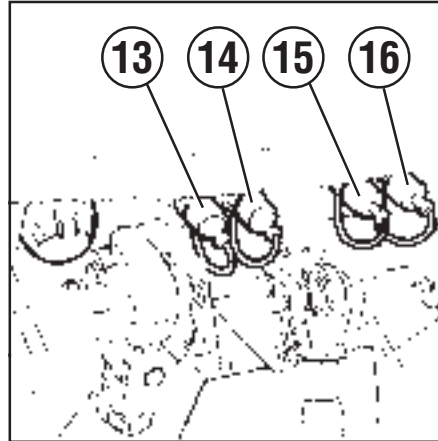

Abb. 33
**Positionen Nr. 1 und 2** für den Betrieb der zwei hinteren (linken), doppelwirkenden Hydraulik-Steckdosen (13 und 14 Abb. 33).
**Positionen Nr. 3 und 4** zur Betätigung der beiden hinteren doppelwirkenden Hydrauliksteckdosen (rechts 15 und 16 Abb. 33).
**Positionen Nr. 1 und 2** für den Betrieb einer hinteren (linken), einfachwirkenden Hydraulik-Steckdose (13 Abb. 33).
**Position Nr. 7 und 8** für den Betrieb einer hinteren, einfachwirkenden (linken) Hydraulik-Steckdose (14 Abb. 33).
#### Hintere Steckdosen (Abb. 33):